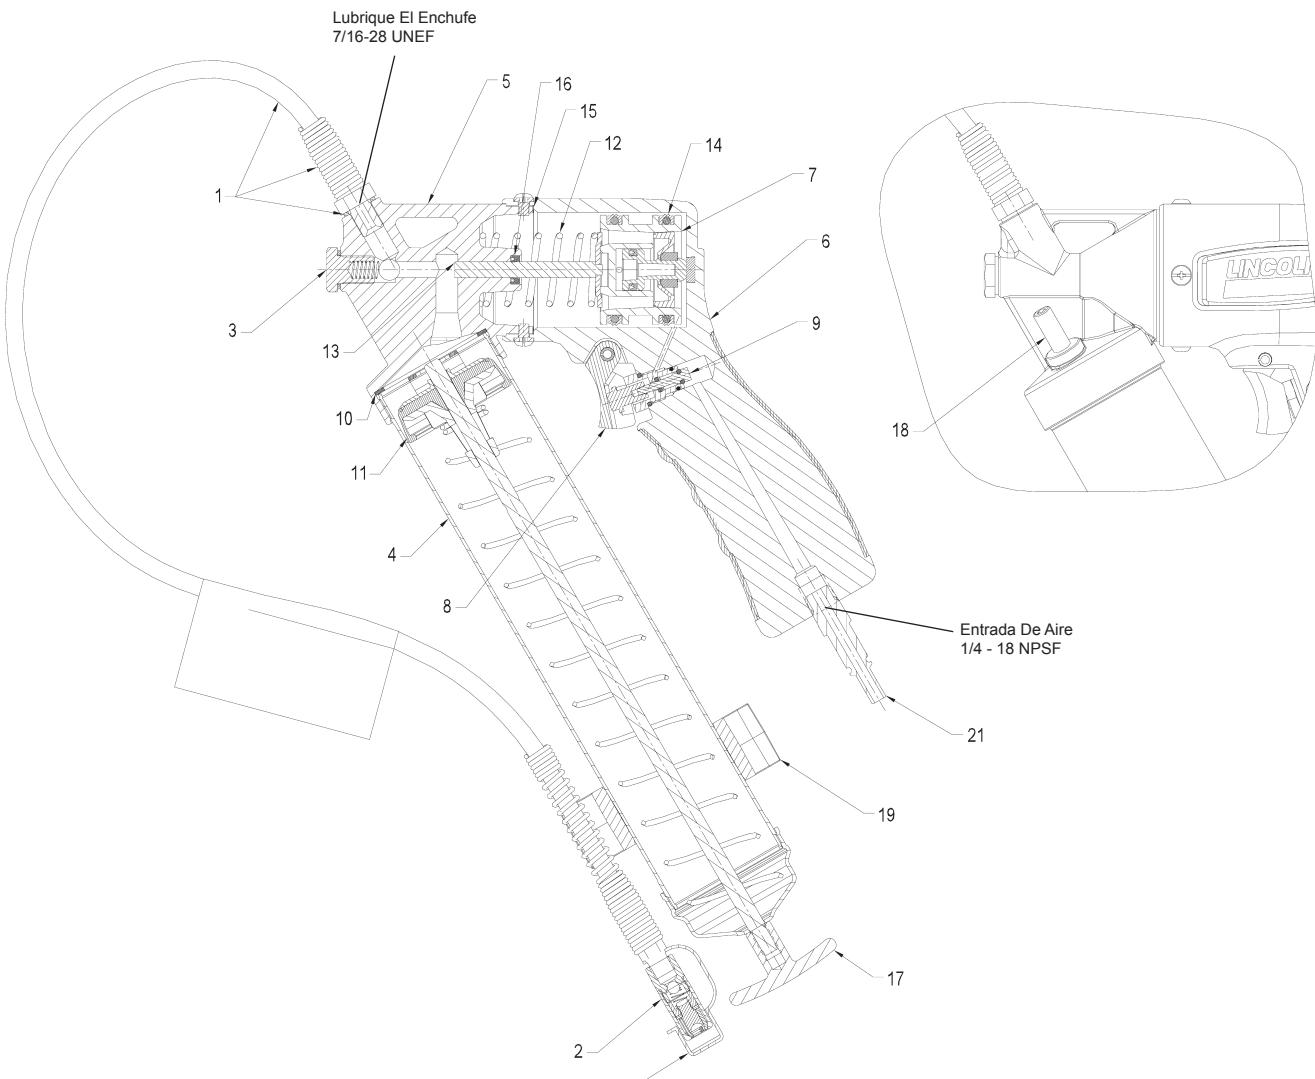

Fig. 6
- 1) Retire la varilla del seguidor de la tapa del conjunto de tubo de engrase y engánchelo con el seguidor girando la palanca del seguidor. Ejerza la fuerza en la manija del seguidor después de abrir el respiradero/la guarnición del llenador (18) (vea la Fig. 6).